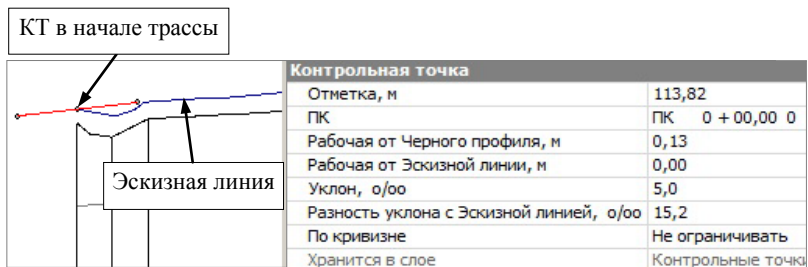

Рис. 20.6
- В окне параметров уточните параметры КТ (рис. 20.6).